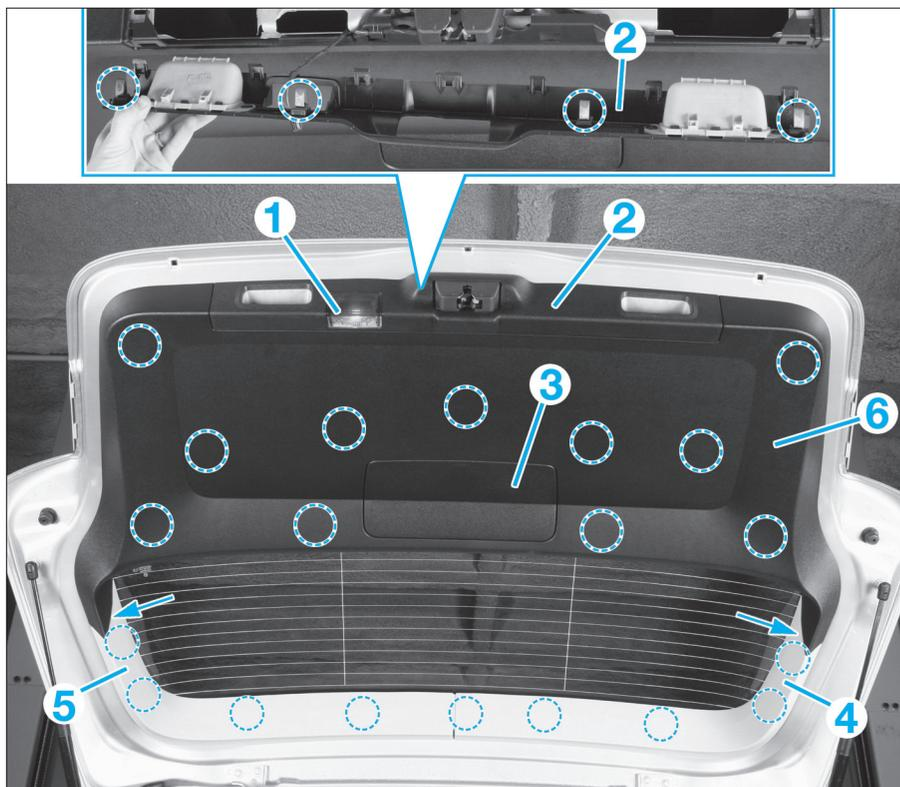

FIG. 68
- Pousser l'éclairé de hayon (1) vers le bas puis débrancher son connecteur (Fig.68).
- Dégrafer la garniture (2) de la serrure.
- Déposer la trappe (3).
- Dégrafer la garniture supérieure droite (4) puis la gauche (5).
- Déposer les agrafes (flèches) de la garniture inférieure (6).
- Dégrafer la garniture inférieure (6).